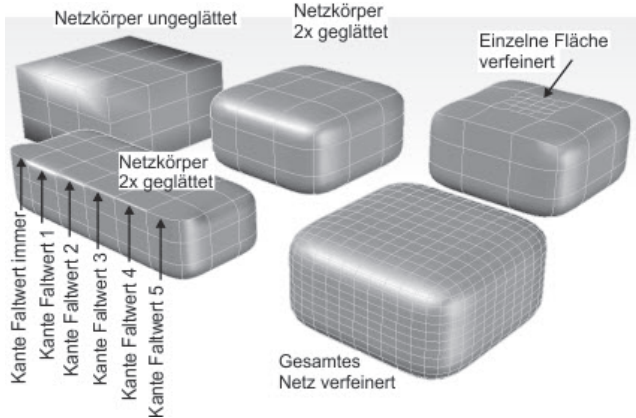

Abb. 14.34: Netze mit Glättung, Verfeinerung und verschiedenen Faltwerten
- FALTE HINZUFÜGEN/FALTE ENTFERNEN – dient zum *Versteifen* von Flächen oder Kanten, die dann entweder nicht geglättet werden können oder schwächer geglättet werden (Abbildung 14.34). Ein hoher Faltwert bedeutet hohe Steifigkeit.